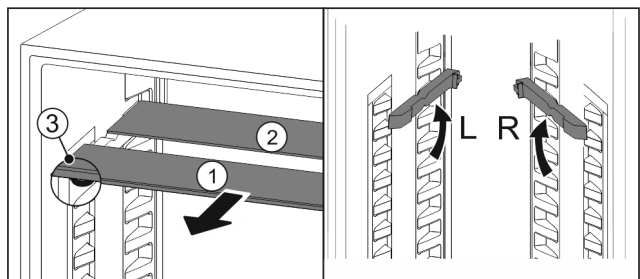

Fig. 48
- ▶ Retire Fig. 48 (1) las planchas de cristal individualmente hacia adelante.
- ▷ La placa de vidrio Fig. 48 (1) con tira decorativa se encuentra en la parte delantera.
- ▷ Los topes Fig. 48 (3) apuntan hacia abajo.